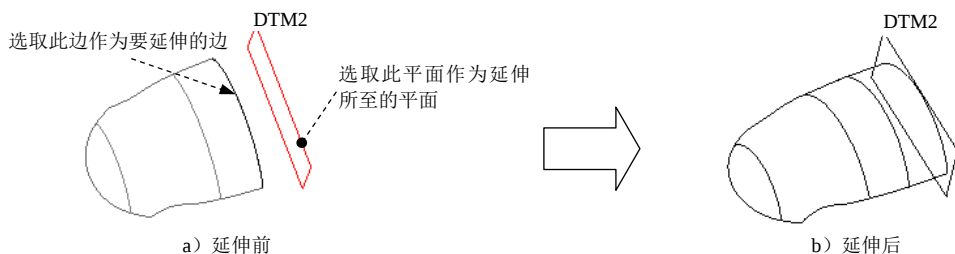

图 4.4.5 曲面延伸
曲面的延伸（Extend）就是将曲面延长某一距离或延伸到某一平面，延伸部分曲面与原始曲面类型可以相同，也可以不同。下面以图 4.4.5 所示为例，说明曲面延伸的一般操作过程：
Step2. 在智能选取栏中选取 **几何** 选项，然后选取图 4.4.5 中的边作为要延伸的边。
Step5. 选取延伸终止面，如图 4.4.5 所示。